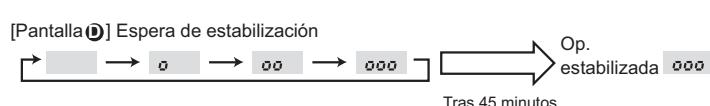

Fig. 8-3
- Pulse el botón FILTER (↔) para confirmar el ajuste. (Fig. 8-3)